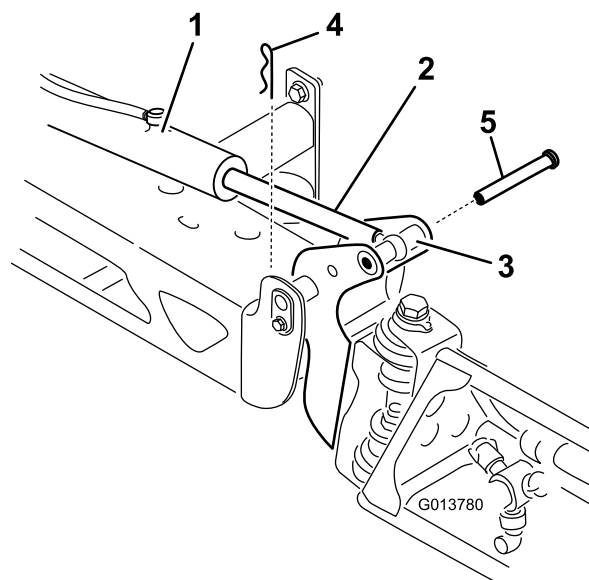

Figura 62
2. Retire la chaveta del pasador (Figura 62).
3. Eleve la sección, retire el pasador, y baje la sección lentamente al suelo (Figura 62).
7. Sujetando la sección de fumigación, introduzca el pasador a través del pivote del brazo y del émbolo del actuador (Figura 62).